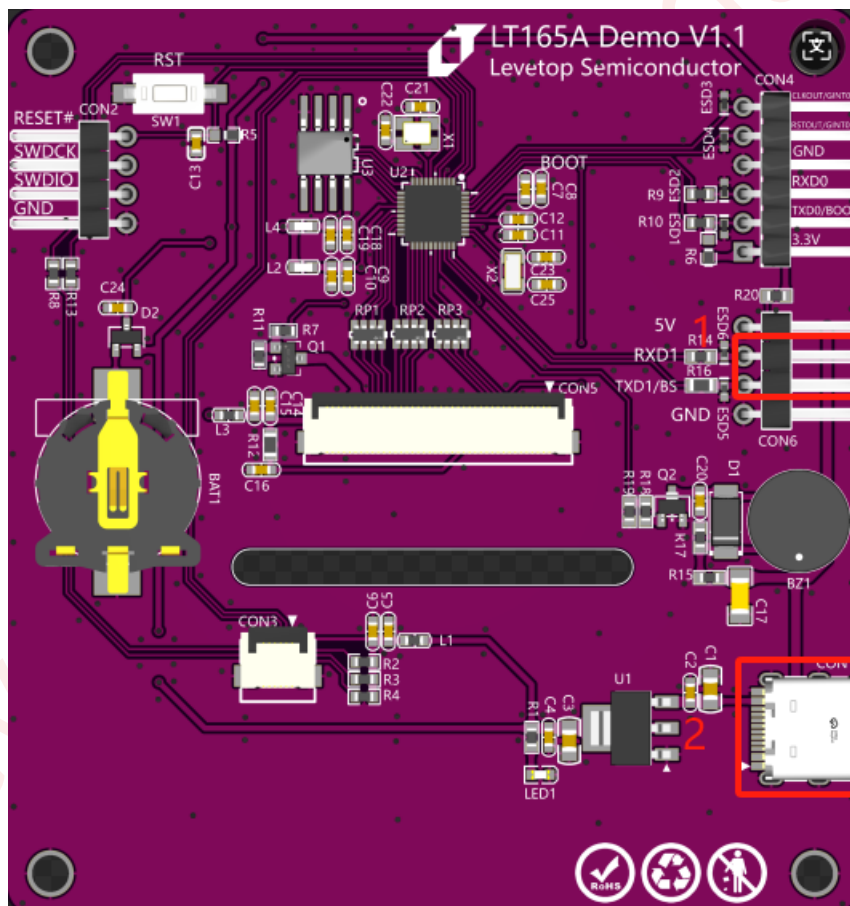
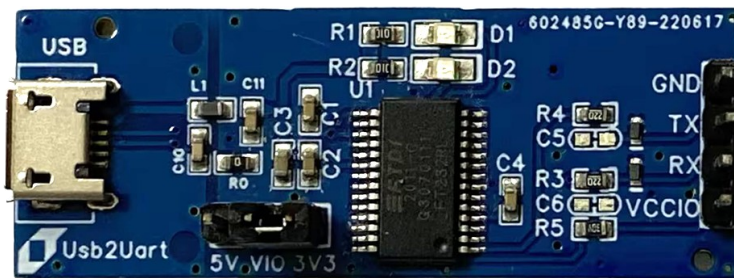

图 12-4：串口通信模式设置
图 12-5: USB 转 TTL 模块
2、连接好串口：将图 12-4 1 处的串口 1 与图 12-5 的 USB 转 TTL 模块连接好，使用图 12-4 2 处的 CON1 给板子供电。